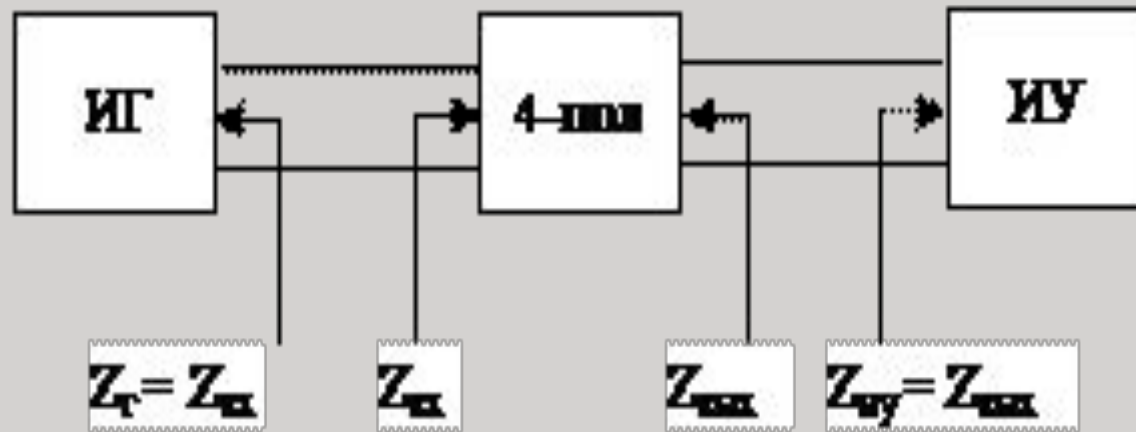

Рис. 2. Схема измерения уровня при **согласованном подключении ИУ**
2. Подключение ИУ **согласованно** ( $Z_{\text{ИУ}} = Z_{\text{ВЫХ}}$ ) 600–омным или 150 (135)–омным входом, при этом входное сопротивление измерителя уровня является нагрузкой измеряемого тракта передачи (рис. 2). Такое включение возможно, **когда требуемое сопротивление нагрузки соответствует одному из входных сопротивлений ИУ.**